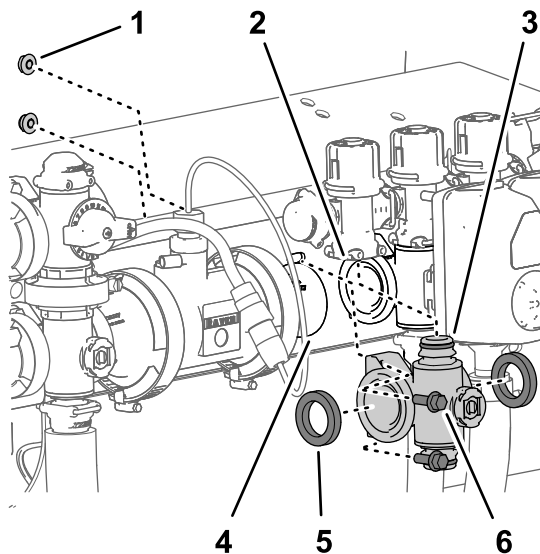

Рисунок 127
- На коллекторах клапанов левой и правой секции выверните 2 болта с фланцем ($\frac{1}{4}$ x $\frac{3}{4}$ дюйма) и 2 фланцевые контргайки ($\frac{1}{4}$ дюйма), которые крепят коллектор клапана секции к опоре клапана (Рисунок 127).
- Чтобы освободить доступ к перепускному клапану секции, переместите коллектор клапана секции и прокладки вниз и в сторону от машины (Рисунок 127).